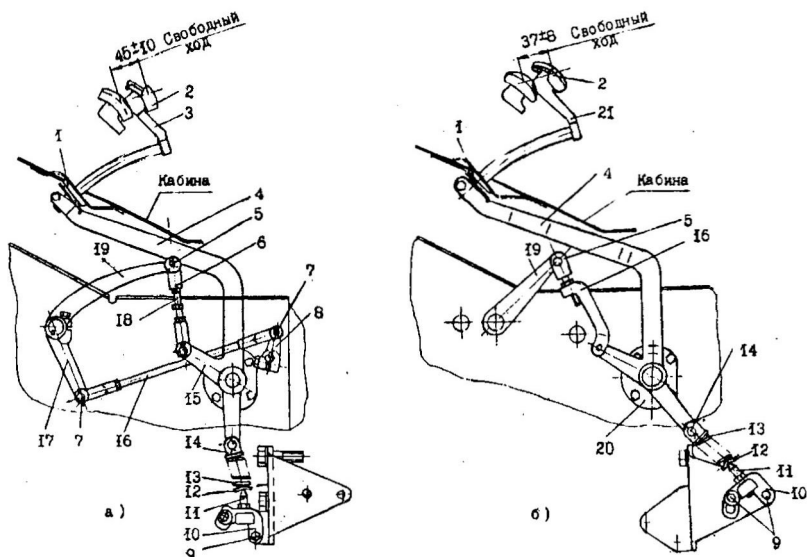
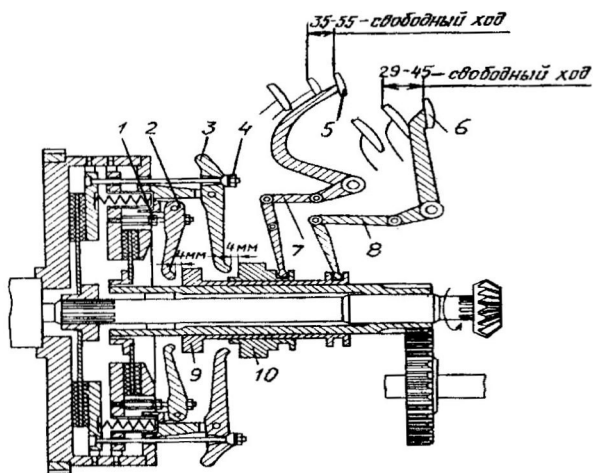

Рис. 49. Управление муфтами.
Рис. 50. Схема системы управления муфтами главного сцепления и сцепления ВОМ:
1) ввертывая болт 11 (рис. 49, а) и при необходимости поворачивая кронштейн 10, снимают пружину 13, освобождая рычаг 4 от ее воздействия;
При регулировании тягой муфты сцепления ВОМ выполняют следующие операции (см. рис. 49, б):
2) открывают верхний люк корпуса муфты и расшплинтовывают гайки 4 (рис. 50) регулировочных болтов;
ную длину (это необходимо для последующих регулировок изменением длин тяг); для этого отвертывая гайки 4 (см. рис. 50) регулировочных болтов, перемещают конец каждого рычага муфты вперед (к дизелю) примерно на 7-8 мм, соединяют рычаг 8 (см. рис. 49, а) муфты свилкой тяги 16 пальцем 7 и зашплинтовывают; при этом педаль 3 муфты главного сцепления должна быть установлена в крайнее верхнее положение; окончательно регулируют зазор между концами отжимных рычагов и выжимным упорным подшипником отводки по щупу, зазор должен быть равен 4 мм; разница зазоров между рычагами не должна превышать 0,4 мм;
2) расшплинтовывают палец 7 (см. рис. 49, а) вилки тяги 16 и снимают его с рычага 8 блокировки;